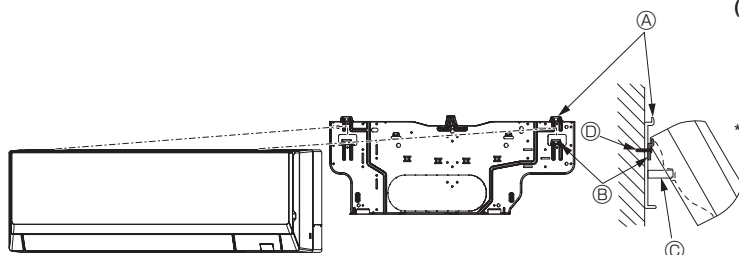

Fig. 3-12
- Si la unidad interior no puede colgarse y levantarse con el gancho normal (las dimensiones de 2.1. ④ (el espacio entre el techo y la unidad) son como máximo de 75 mm, 2-61/64 pulgadas), cuelgue la unidad en el gancho inferior para la tubería izquierda. (Fig. 3-12)
(Fig. 3-12)